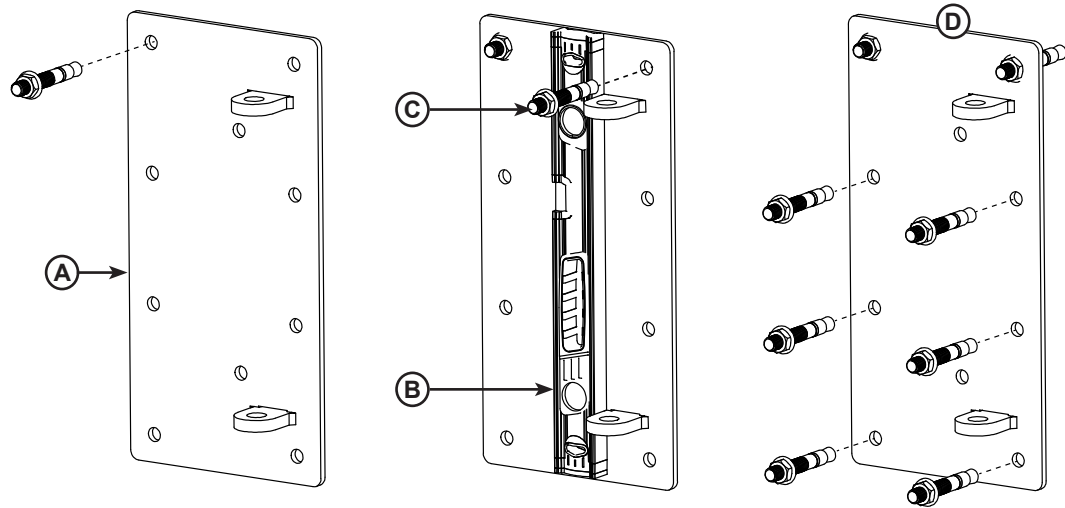

Figura 7
1. Si empezará con un agujero de montaje superior, use un taladro percutor y una broca de mampostería de 5/8 pulg. para perforar el primer agujero de anclaje. Instale un perno de anclaje en el primer agujero **(A)** sin apretar demasiado. Consulte la **Figura 7**.